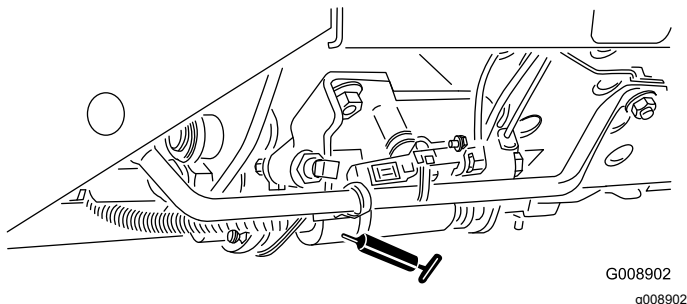

Bild 46
- Mähen-/Transportschieber (Bild 46)